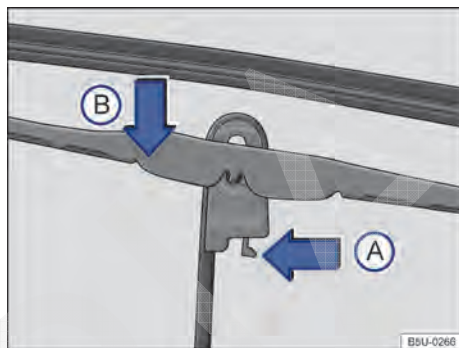

Fig. 143 Substituir as palhetas dos limpadores do para-brisa.
- Colocar a palheta em uma posição perpendicular em relação ao braço → Fig. 143.
- Apertar a trava de segurança no sentido da seta ①.
- Desencaixar a palheta no sentido da seta ②, deslocar no sentido oposto ao braço do limpador e remover no sentido oposto ao da seta ③.